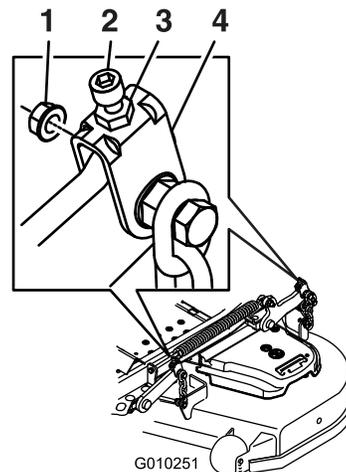

Figure 93
dessus. Ajustez précisément la vis de réglage en la tournant jusqu'à obtention d'une hauteur de 7,6 mm (3 po) (Figure 93).
16. Ajustez précisément la vis de réglage en la tournant jusqu'à obtention d'une hauteur de 8,3 mm (3¼ po) (Figure 93).